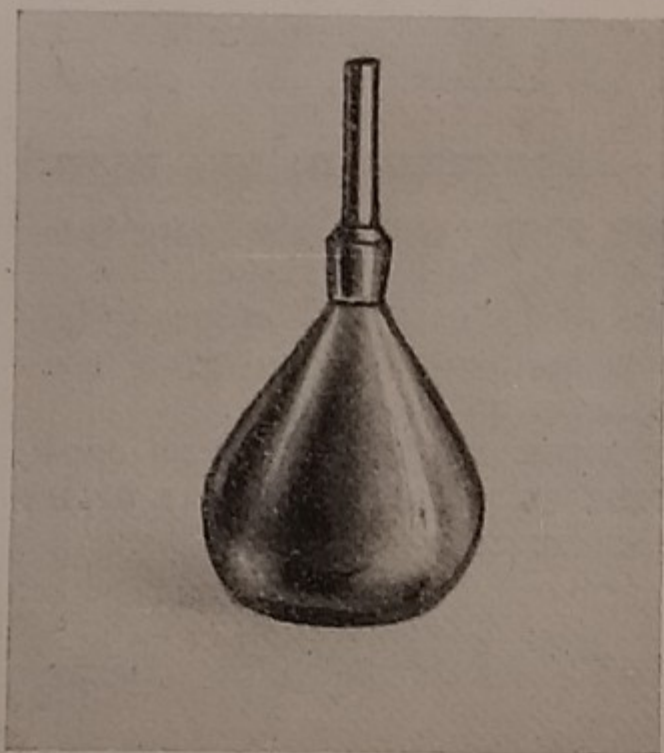

Fig. 60. — UN PICNOMETRO.
a) col *picnometro*, che è una boccetta a collo sottile (fig. 60), in cui può essere introdotto, ridotto in pezzi, il corpo solido da esaminare. Prima di introdurvi il corpo, si pesa la boccetta piena d'acqua